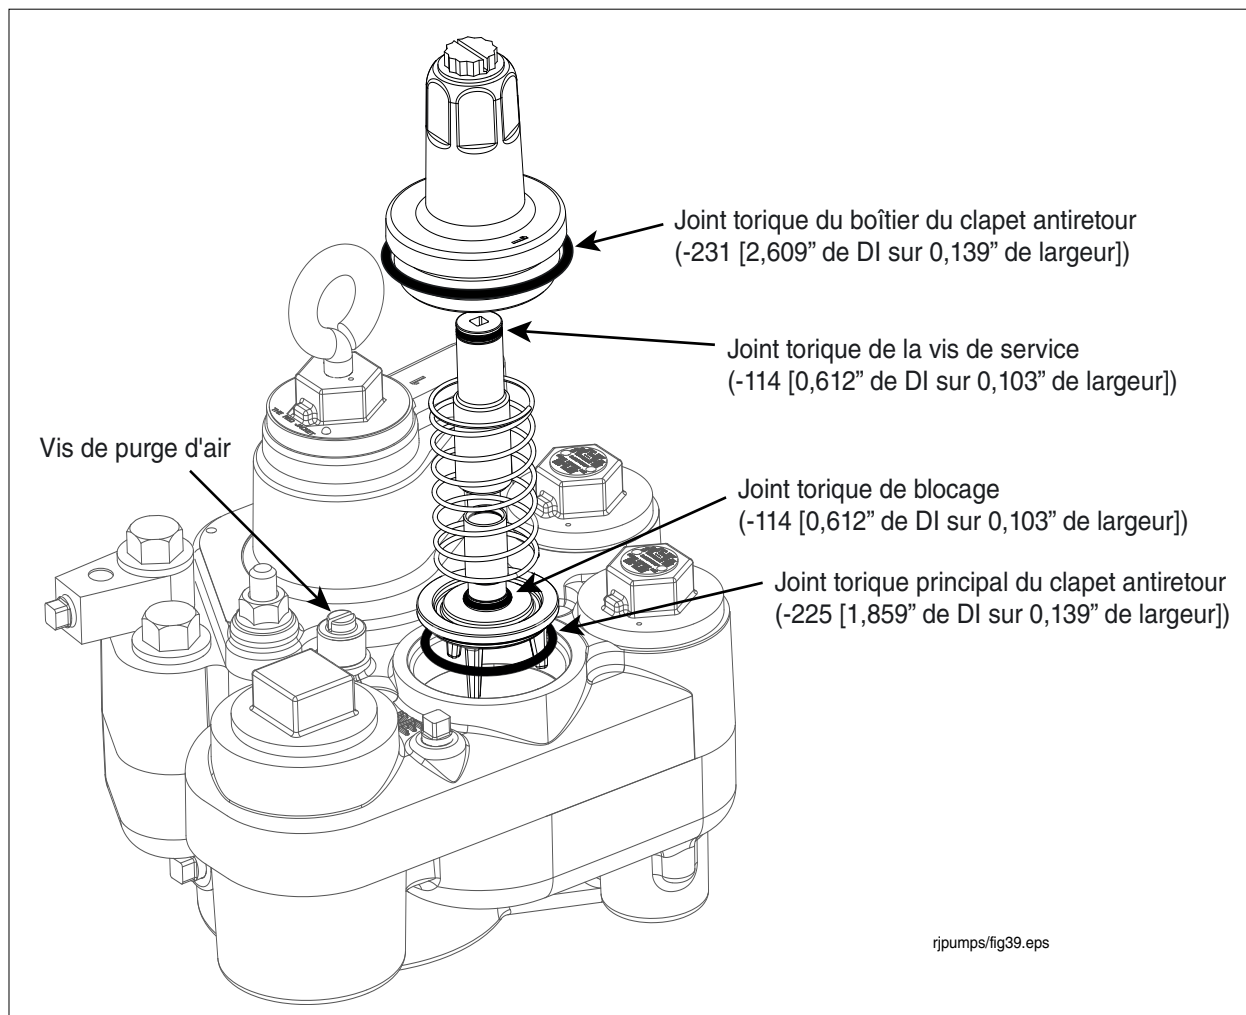

Figure 49. Insertion de l'assemblage de clapet antiretour dans le collecteur
6. Avec son nouveau joint torique en place, insérez le clapet antiretour sur son emplacement dans le collecteur, et placez le nouveau ressort sur le clapet antiretour (voir la Figure 49). Placez le nouveau boîtier de clapet antiretour avec le joint torique sur le ressort et le clapet antiretour et vissez-le à la main. Serrez le boîtier à 54 à 67 N•m (40 à 50 ft-lbs).
8. Ouvrez la vis de purge d'air de 2 à 3 tours (voir la Figure 49).